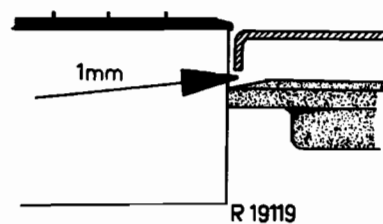

Fig.5
4. In de bovenste stand van het tussenwiel (16 $\frac{2}{3}$ t/m) moet het tussenwiel minstens 1 mm van de montageplaat verwijderd blijven (zie fig. 5).